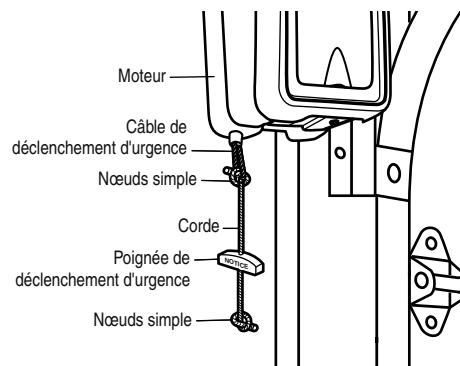

Figure 1
- Assurez-vous que la surface du rail soit propre et appliquez la forme du verrou pour achever une distance de 3 po (7,6 cm) entre le centre du roulement et le trou de l'épingle (Figure 1).